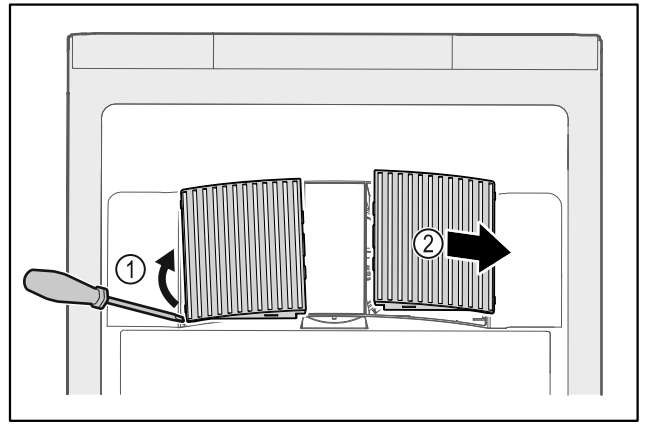

Fig. 200
- ▶ Väännä tuulettimen suojuksen varovasti sivulta pois paikaltaan Fig. 200 (1) ja poista suojuksen etukautta Fig. 200 (2).